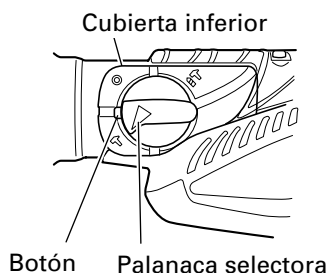

Fig. 7
(1) Cambio a "martilleo"
- (b) Alinee la marca ▲ de la palanca selectora y T del sujetador de palanca, tal como se muestra en la Fig. 7.